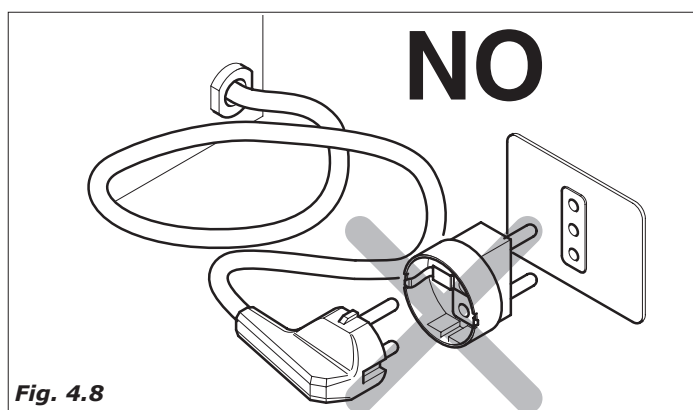

Fig. 4.8
- Le prese non compatibili con la spina dell'apparecchio devono essere sostituite (Fig.4.8).